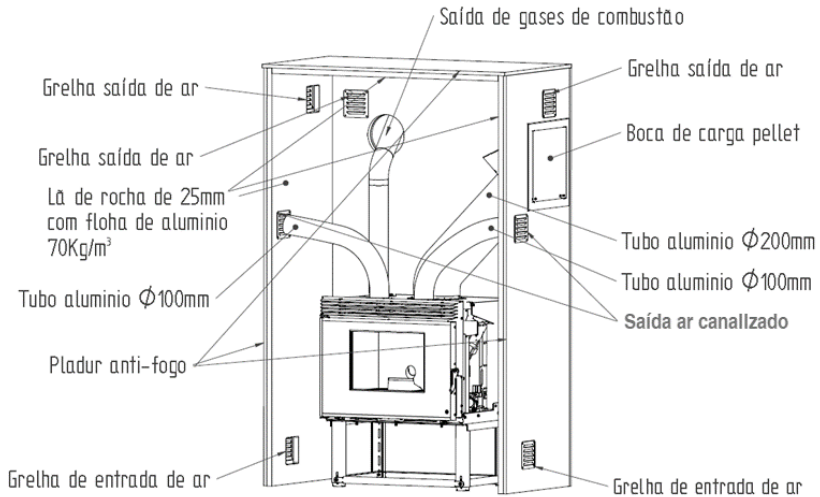

Figura 22 – Instalação inserível a pellets
- No exemplo de instalação, Figura 22, pode-se verificar que os tubos são colocados para canalizar a saída de ar quente para a habitação onde está instalado o inserível, mas poderia ser instalado para transportar ar quente para salas vizinhas. O comprimento máximo de tubos sem instalar uma caixa de extração de ar é de 3-4m.